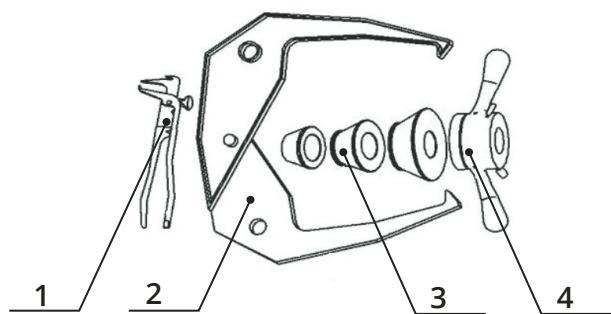

Рис. 2. Комплект поставки.
4.1 Конструктивно стенд для балансировки колес представлен совокупностью агрегатов и узлов, смонтированных в соответствии с функциональными связями в металлическом корпусе, установленном на плоском основании с выполненными отверстиями для жёсткого закрепления стенда на полу, что обеспечит снижение уровня вибрации и более точное выполнения операции балансировки. Внешний вид стенд для балансировки колес приведен на рис. 1, комплект поставки приведен на рис. 2.
4.7 Кронциркуль, входящий в комплект поставки (см. рис. 2), служит для замера ширины посадочного места шины колеса. Размеры после замера вводятся в память системной платы стенда для балансировки конкретного колеса и, сохраняясь